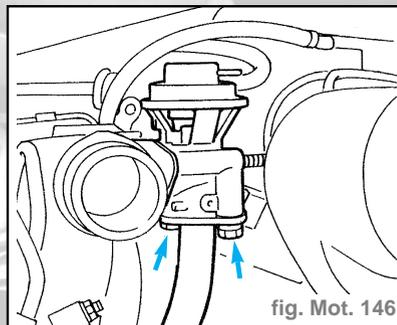
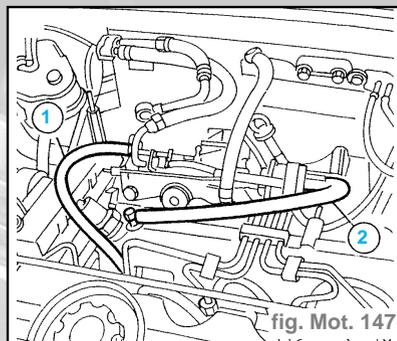

fig. Mot. 146
fig. Mot. 147
- Dévisser les vis ci-dessus, séparer la soupape EGR de son tuyau avant de la déposer (fig. Mot. 146).
- Débrancher le tuyau (1) de récupération carburant de la durite de refoulement
ainsi que le tuyau (2) du collecteur d'admission (fig. Mot. 147).